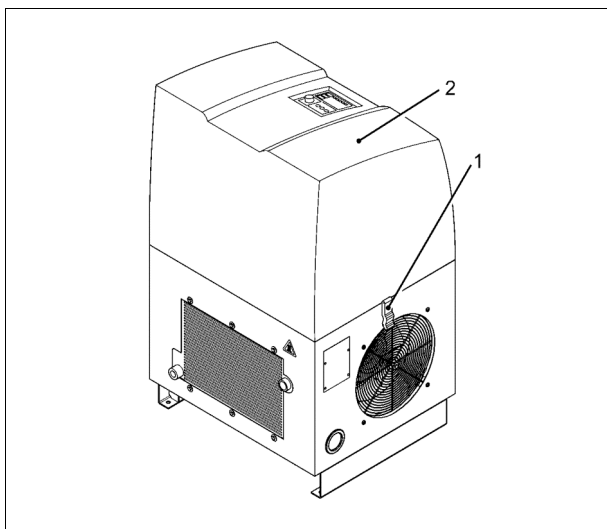

Bild 6
Öffnen / Schließen der Haube (Bild 6)
- Verschluss (- 1 - Bild 6) öffnen
- Haube (- 2 - Bild 6) abnehmen und sicher abstellen